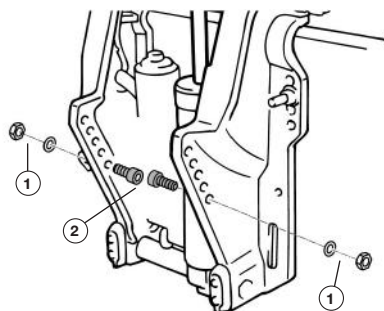

Рис. 40 Регулировка угла дифферента моделей F40FES-T-EFI и F40FEL-T-EFI
Для моделей F40FES-T-EFI и F40FEL-T-EFI вертикальный угол дифферента регулируется установкой болтов в одну из имеющихся пар регулировочных отверстий в кронштейне крепления (Рис. 40). Всего есть 5 пар отверстий.
- Открутите гайки, снимите шайбы, переставьте болты в следующую пару регулировочных отверстий, установите шайбы и снова закрутите гайки (Рис. 40).